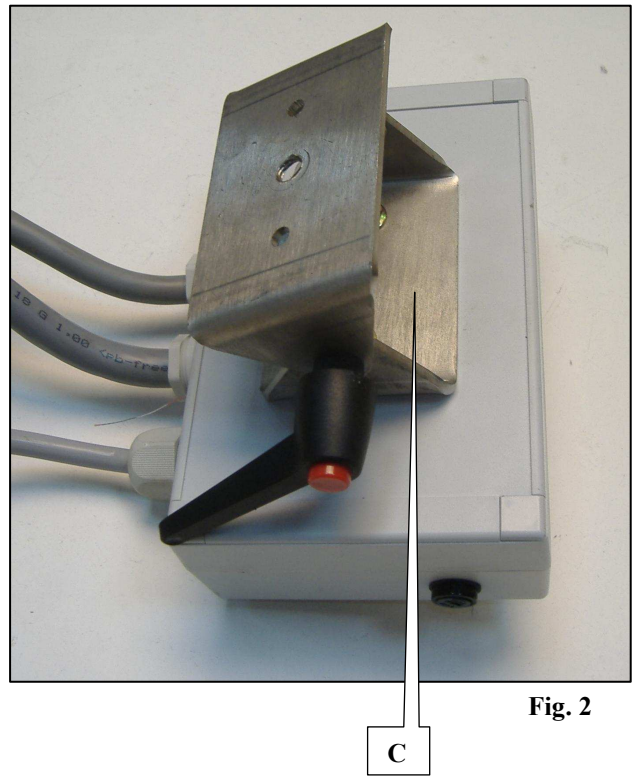

Fig. 2
- einem oder mehreren Rotationssensoren (C, Abb. 2) mit Verlängerungskabeln.